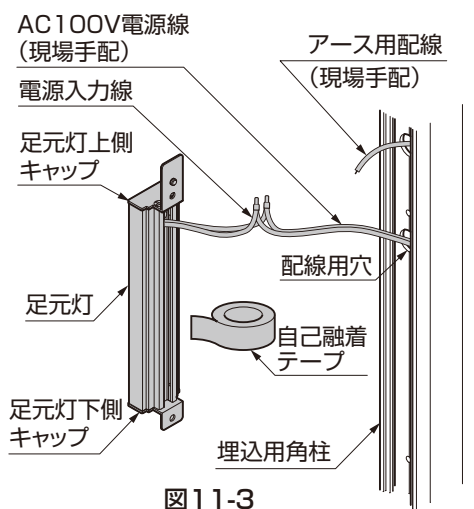

図11-3
- ②AC100V電源線を足元灯の電源入力線に接続してください。（図11-3参照）